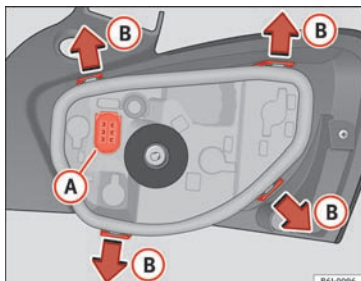

Fig. 110 Udskiftning af pærer i baglygter
- Tag pæreholderen ud af huset. Tryk i den forbindelse fastgørelsestapperne **(B)** i pilens retning » Fig. 110.